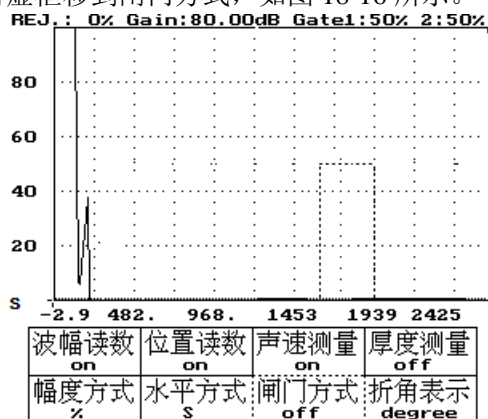

图 18-16
- 1 3、按方向键——将虚框移到闸门方式，如图 18-16 所示。